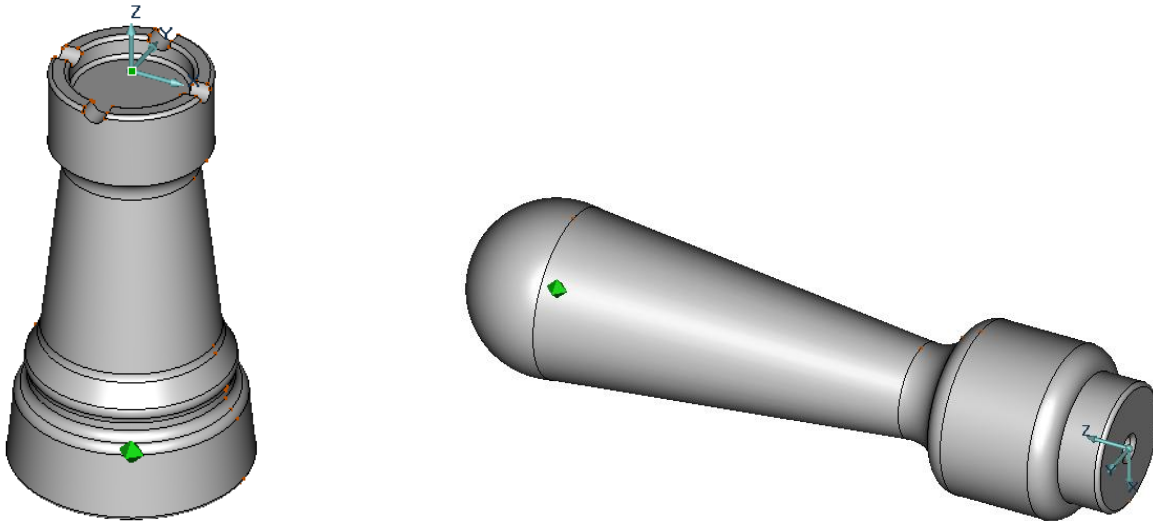

Рисунок 6.1 - 3D модели деталей из БЭФ
Для формирования плавных переходов скруглите ребра (см. рисунок 6.1 слева):
Во-первых, 3D модель ручки в этом случае (см. рисунок 6.1) состоит (слева направо) из моделей БЭФ: сферы, усеченного конуса, цилиндра, цилиндра, предназначенного под установку кольца и внутреннего конуса для установки в него наконечника напильника.
- радиус скругления ребра между конусом и цилиндром равен 10 мм, радиусы скругления обоих ребер цилиндра (см. рисунок 6.1) - 5 мм;